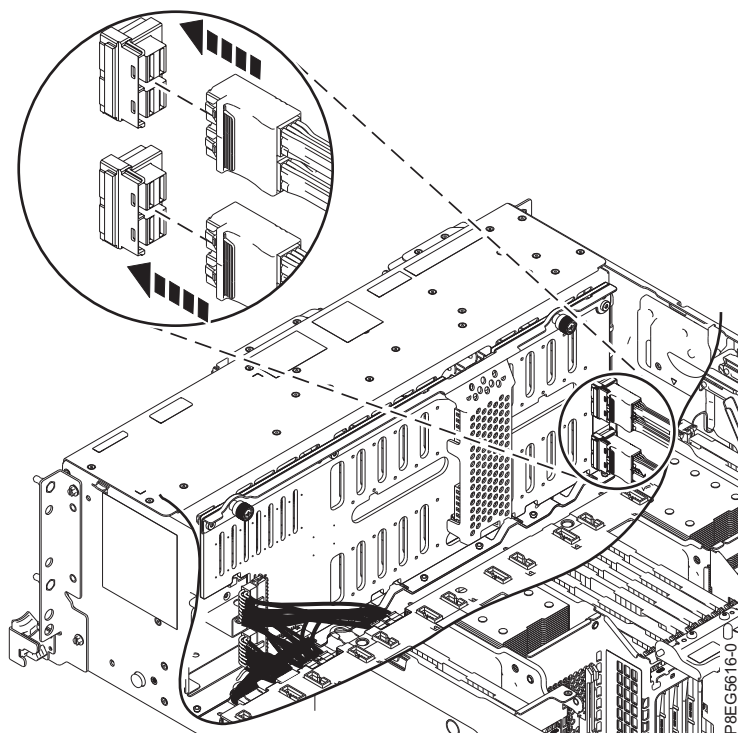

Figura 19. Reconexión de los cables SAS frontales
6. Vuelva a conectar los cables SAS frontales a la placa posterior de la unidad de disco, como se muestra en la Figura 19 en la página 20. Empuje los conectores hasta que el pestillo haga clic. Organice los